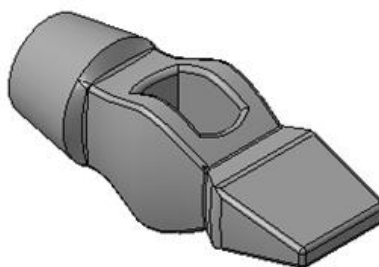

Рис. 11.20. Операция скругления
19. Выберите команду **Скругление** . Укажите с двух сторон ребра отверстия под ручку. Задайте величину радиуса **1 мм**. Завершите команду. Сохраните файл под именем **молоток** (рис. 11.20).